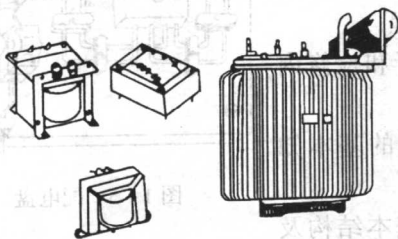
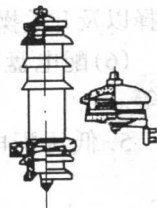

图 1-3 配电变压器
图 1-4 阀型
2. 配电变压器(图 1-3)、阀型避雷器(图 1-4)的基本知识